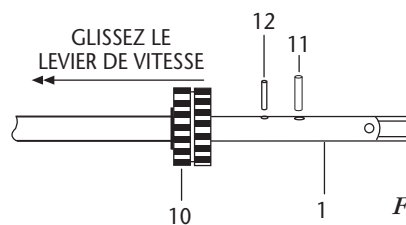

Figure 4
3. Retirez le couvercle de la boîte de vitesses (**Article 3**). Assurez-vous que l'arbre du levier de vitesses reste en vitesse basse et ne sort pas avec le couvercle de la boîte de vitesses. (Sinon, la bille et le ressort seront perdus dans la graisse, voir **Articles 8 et 9, Figure 4**). Ensuite, retirez les six vis du couvercle de la boîte de vitesses (**élément 4**) et le couvercle de la boîte de vitesses (**Article 3**).
6. Retirez le vilebrequin (**Objet 1**) en le tapotant depuis l'arrière de la plaque de montage (voir **Figure 4**). Soyez prêt à attraper la bille de détente (**Article 8**) et le printemps (**Article 9**) lorsque vous retirez le vilebrequin.